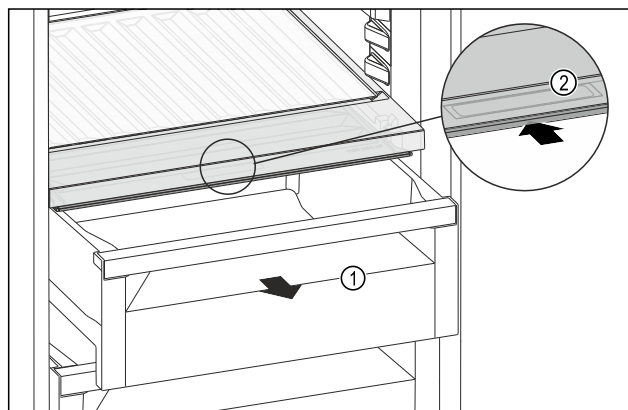

Fig. 239
- Extrageți sertarul Fig. 239 (1).